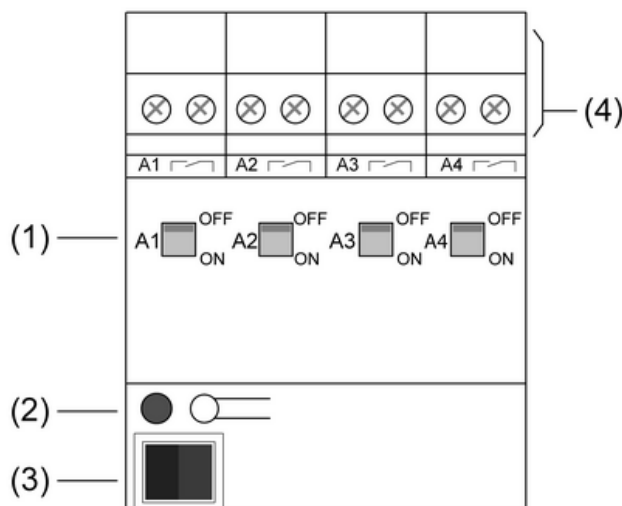

Bild 1: Ansicht Schaltaktor 4fach
Der Zustand der Relais wird durch die Schiebeschalter (1) auf der Gerätevorderseite wiedergegeben (Bild 1). Diese dienen gleichzeitig zur manuellen Bedienung der Relaisausgänge mit einem geeignetem Werkzeug.